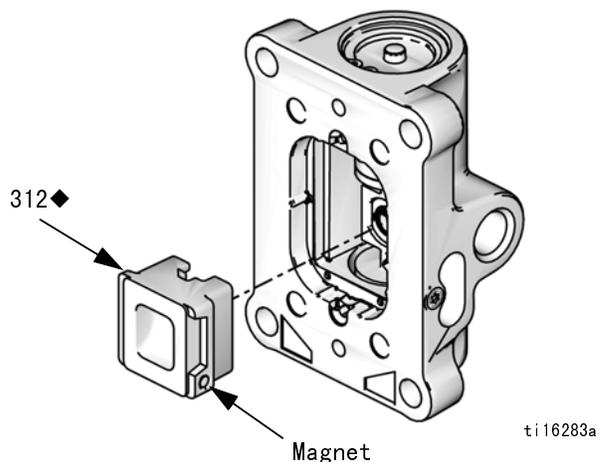

图 11. 空气阀杯安装
5. 润滑新 O 形圈 (306+◆) 并安装到端盖 (307) 上。将端盖安装到壳体内。
7. 安装弹簧 (311◆)。润滑和安装空气阀杯 (312◆)，参见图 11。将小圆磁铁与空气入口对准。